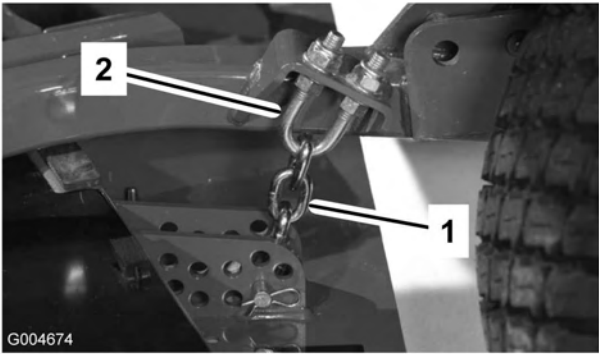

Figura 16
5. Retire el pasador de horquilla y el pasador que fijan las cadenas de ajuste de la altura de corte a la parte trasera de la unidad de corte (Figura 16).